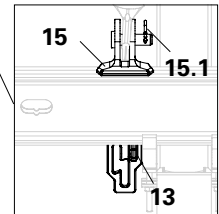

Fig. B1.01c
3. Inserire il cuneo K (13) e avvitarlo.
- (Fig. B1.01c)